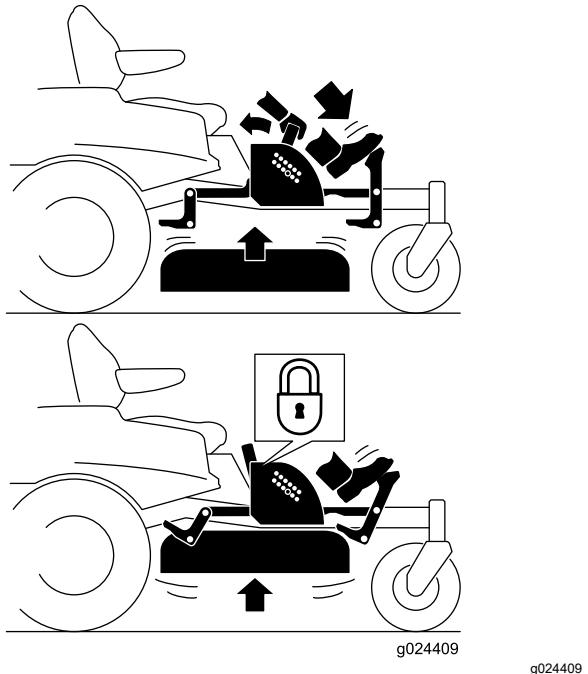

Figura 37
- Pressione o pedal de elevação da plataforma; continue a pressionar o pedal até que a plataforma esteja bloqueada na posição de transporte (Figura 37).
- Carregue no pedal de elevação da plataforma com o pé e puxe a pega de bloqueio de transporte para trás para desengatar o bloqueio de transporte (Figura 37).
- Carregue no pedal de elevação da plataforma com o pé e puxe a pega para trás para desengatar o bloqueio de transporte (Figura 37).